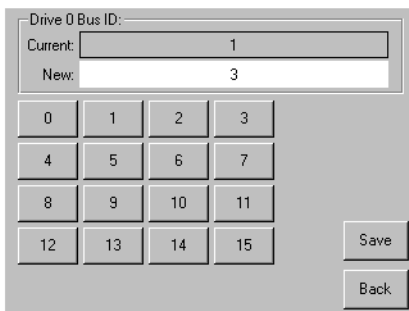

Figure 3-2. Écran Drive 0 Bus ID
- a. Sélectionnez la case en regard de « Drive 0 Bus ID: ». L'écran Drive 0 Bus ID s'affiche (voir figure 3-2). Cet écran affiche l'ID de bus actuel de l'unité 0 ainsi que la nouvelle valeur que vous demandez.